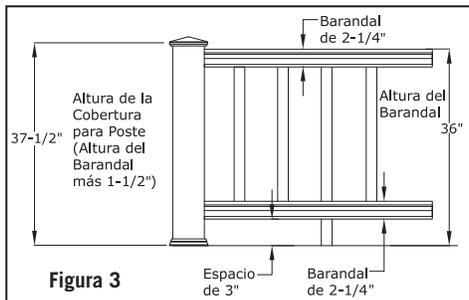

Figura 3
Paso 5: Corte coberturas para poste de 4x4 a la longitud requerida. Las coberturas para poste deben ser un mínimo de 1-1/2" más largas que la altura del barandal (Figura 3). Por ejemplo: para un barandal de 36", corte la cobertura para poste a un mínimo de 37-1/2", puede dejarse más larga si se desea. Deslice una cobertura para poste cortada sobre cada poste de barandal de 4x4. Deslice una guarda para base de poste sobre cada cobertura para poste.
Paso 8: Ensamble el barandal inferior y el conjunto del bloque de soporte. Se requiere un bloque de soporte cada 2' al centro. Revise los códigos de construcción para el espaciado máximo entre la superficie del entablado y la parte inferior del barandal (barrido). Se recomienda un espacio de 3" pero puede ser mayor o menor si lo permiten los códigos (Figura 3). Corte los bloques de soporte a la altura deseada y usando los dos tornillos de cabeza cónica de 1-1/2" de longitud, fije los bloques de soporte al lado inferior del barandal interior a una distancia igual desde los extremos.
Paso 11: Determine la longitud de los balaustres (Figura 3). La Figura 3 ilustra cómo puede medirse un barandal de 36" de altura. Comenzando con un espacio de 3" + 2-1/4" para el barandal inferior, 28-1/2" de altura del balaustre + 2-1/4" para el barandal superior = una altura de barandal de 36".
Si estas dimensiones son las que utilizará, corte los balaustres a 28-1/2" de longitud usando una sierra de corte o ingletadora. Use balaustres de 34-1/2" para barandales de 42". Si desea tener su barandal a una altura diferente, use la Figura 3 como herramienta de planificación para determinar la altura de corte de las coberturas para postes y los balaustres. Nota: Use una herramienta para asegurar una longitud consistente (+/- 1/16"). Corte los balaustres a la longitud requerida. Instale los balaustres en cada conector para balaustres. Martille
Paso 9: Determine la longitud de los balaustres (Figura 3). La Figura 3 ilustra cómo puede medirse un barandal de 36" de altura. Use la Figura 3 como herramienta de planeación para determinar la altura para cortar las coberturas para poste y los balaustres.